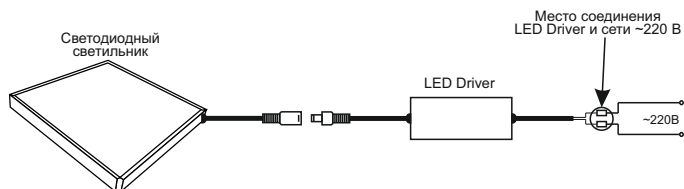

Рисунок 2 — Схема подключения изделия
4. Светильник подключается к сети 220В (рис. 2);
Подключение изделия должно производиться при отключенном сетевом напряжении в следующей последовательности (см. рисунок 2):